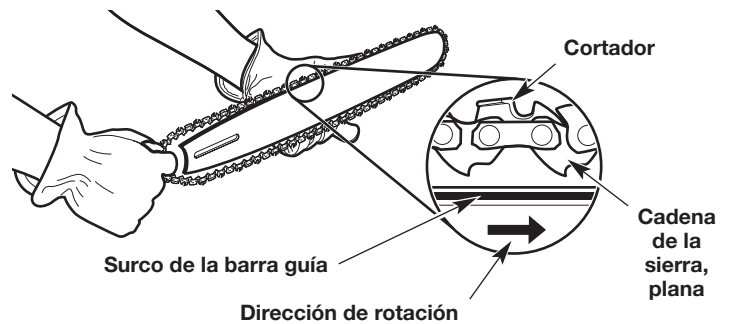
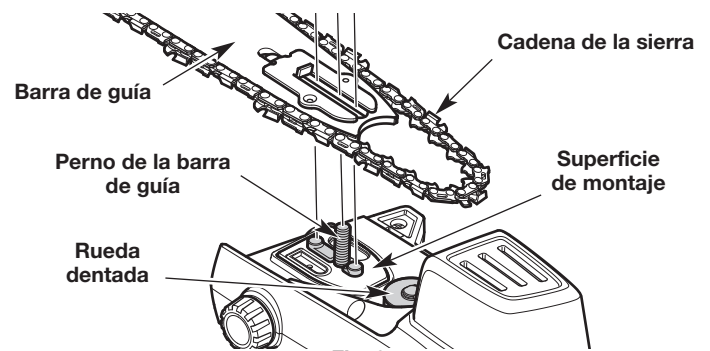

Fig. 24
Fig. 25
3. Extraiga cuidadosamente la cadena de la sierra y la barra de guía (Fig. 25).
3. Coloque la cadena de la sierra en el surco de la barra guía (Fig. 24). Compruebe que los cortadores están en la dirección correcta de rotación (Fig. 24). Mantenga un lazo de la cadena de la sierra en el extremo trasero de la barra guía (Fig. 24).
4. Mantenga la cadena de la sierra y la barra guía juntas en la posición sobre la unidad. Enganche la cadena de la sierra alrededor de la rueda dentada de impulsión e instale la barra guía sobre el perno de la barra de guía (Fig. 25). Compruebe que la barra guía esté al ras contra la superficie de montaje (Fig. 25). Compruebe que las partes planas sobre la cadena de la sierra están en los surcos de la rueda dentada de impulsión (Fig. 24).